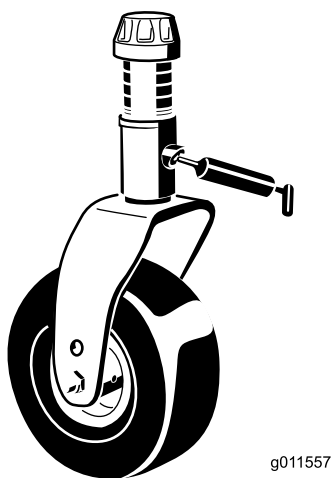

Figura 22
Eixo da roda giratória (2) (Figura 22)